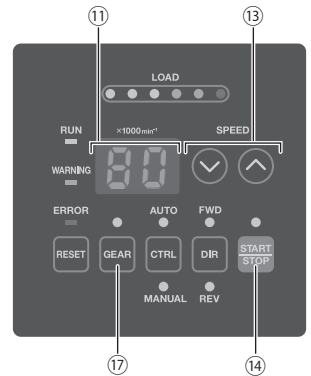

图 28
- (4) 马达启动 / 停止（通过按下图 28 的⑭所示的启动 / 停止按钮（START/STOP）马达启动 / 停止。）
- (5) 设定马达转速（通过图 28 的⑬所示的马达转速调节按钮（SPEED \uparrow , \downarrow ）进行设置）。
- (3) 设定齿轮比（通过图 28 的⑰所示的齿轮比设定按钮（GEAR）进行设定）。
设定参数 $P2$ 为 ON 可允许使用图 28 的㉓所示的马达转速调节按钮（SPEED \uparrow , \downarrow ）在自动模式下调节马达转速。